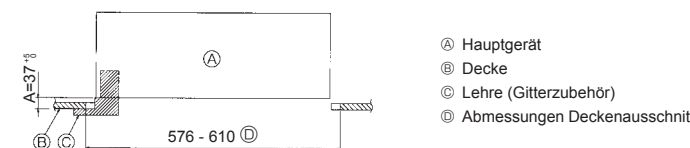

Fig. 4-6
3. Wenn sich das Hauptgerät nicht an den Montagelöchern in der Decke ausrichten lässt, kann es mit einem dafür vorgesehenen Schlitz in der Montageplatte angepasst werden. (Fig. 4-6)